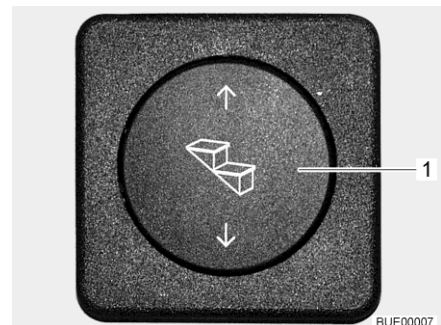

Bild 11 Bedientaster Eintrittstufe
- Ausfahren:** ■ Wipptaster (Bild 11,1) unten drücken und gedrückt halten (mindestens 3 Sekunden), bis die Eintrittstufe vollständig ausgefahren ist.
- Einfahren:** ■ Wipptaster (Bild 11,1) oben drücken, bis die Eintrittstufe vollständig eingefahren ist.